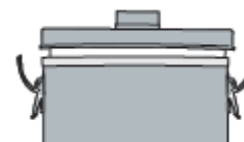

Рисунок 18
3. Откройте два зажима и снимите крышку (*рисунок 18*).